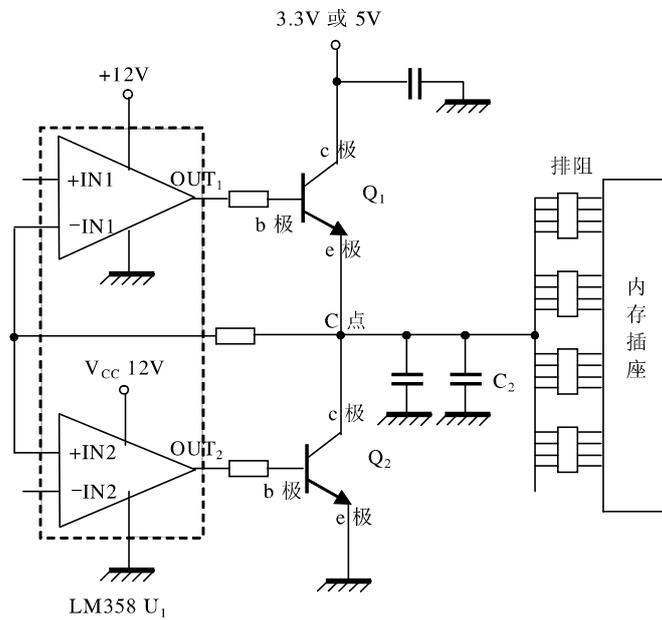

图 8-48 三极管为内存供电电路原理图
1.25V 上拉供电电路中三极管为内存供电电路原理图如图 8-48 所示。